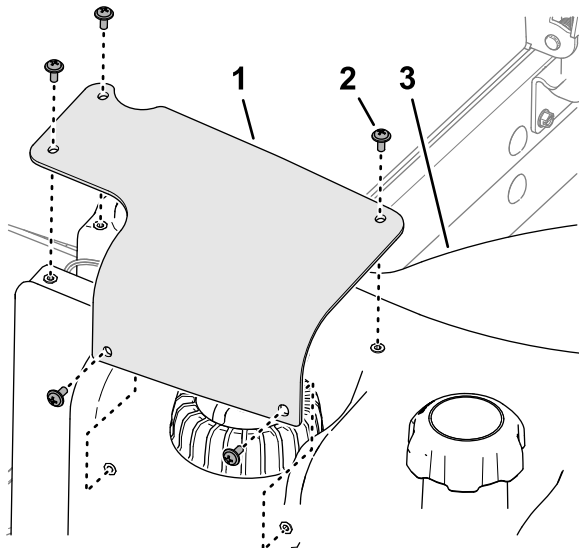

Figura 82
2. Remova os 5 parafusos Phillips que fixam a tampa do sensor de combustível ao tanque de combustível e remova a tampa (Figura 82).